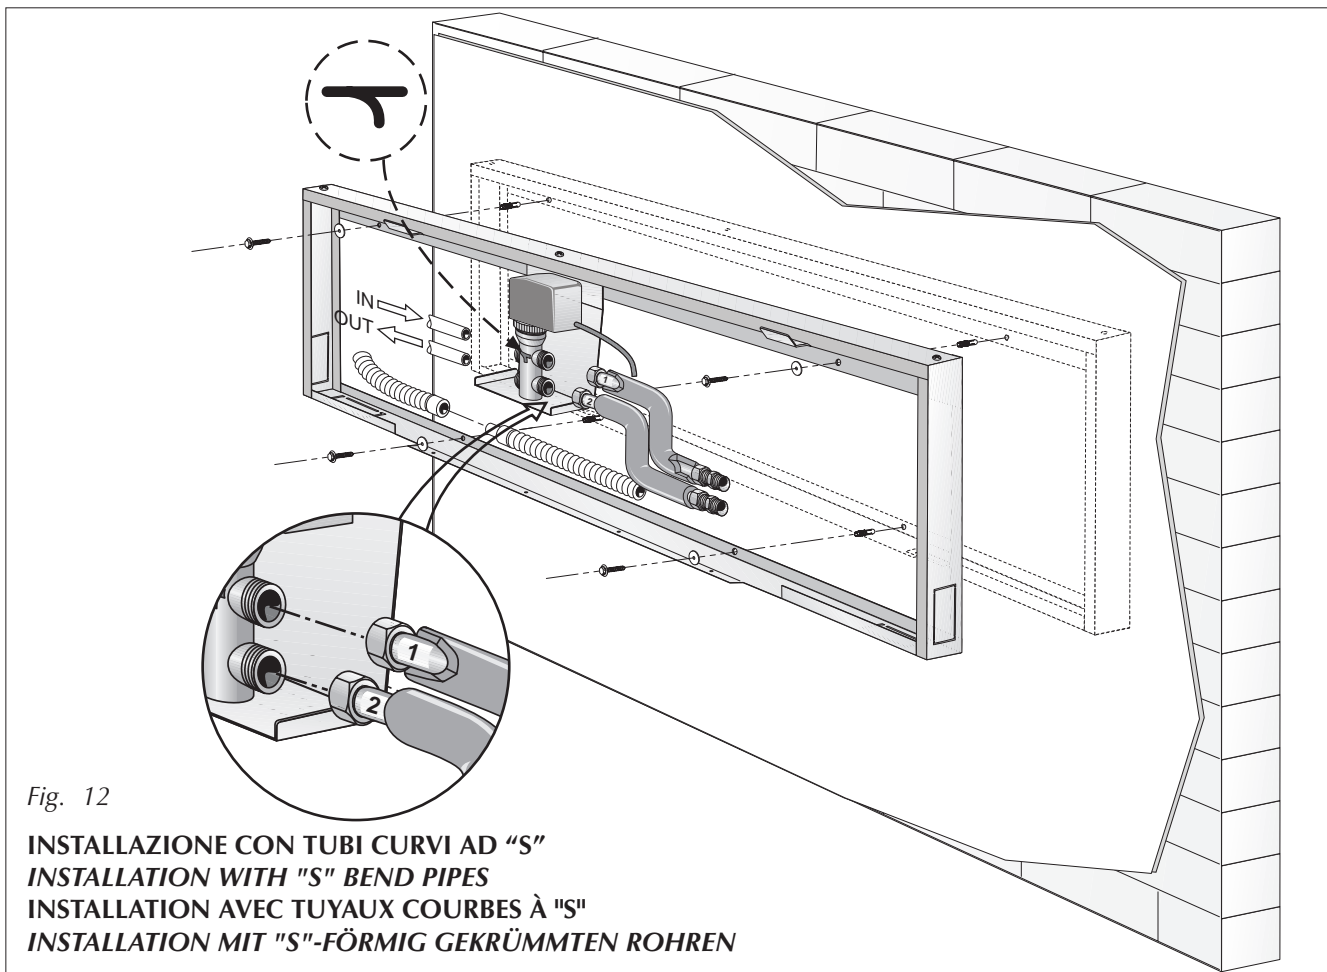
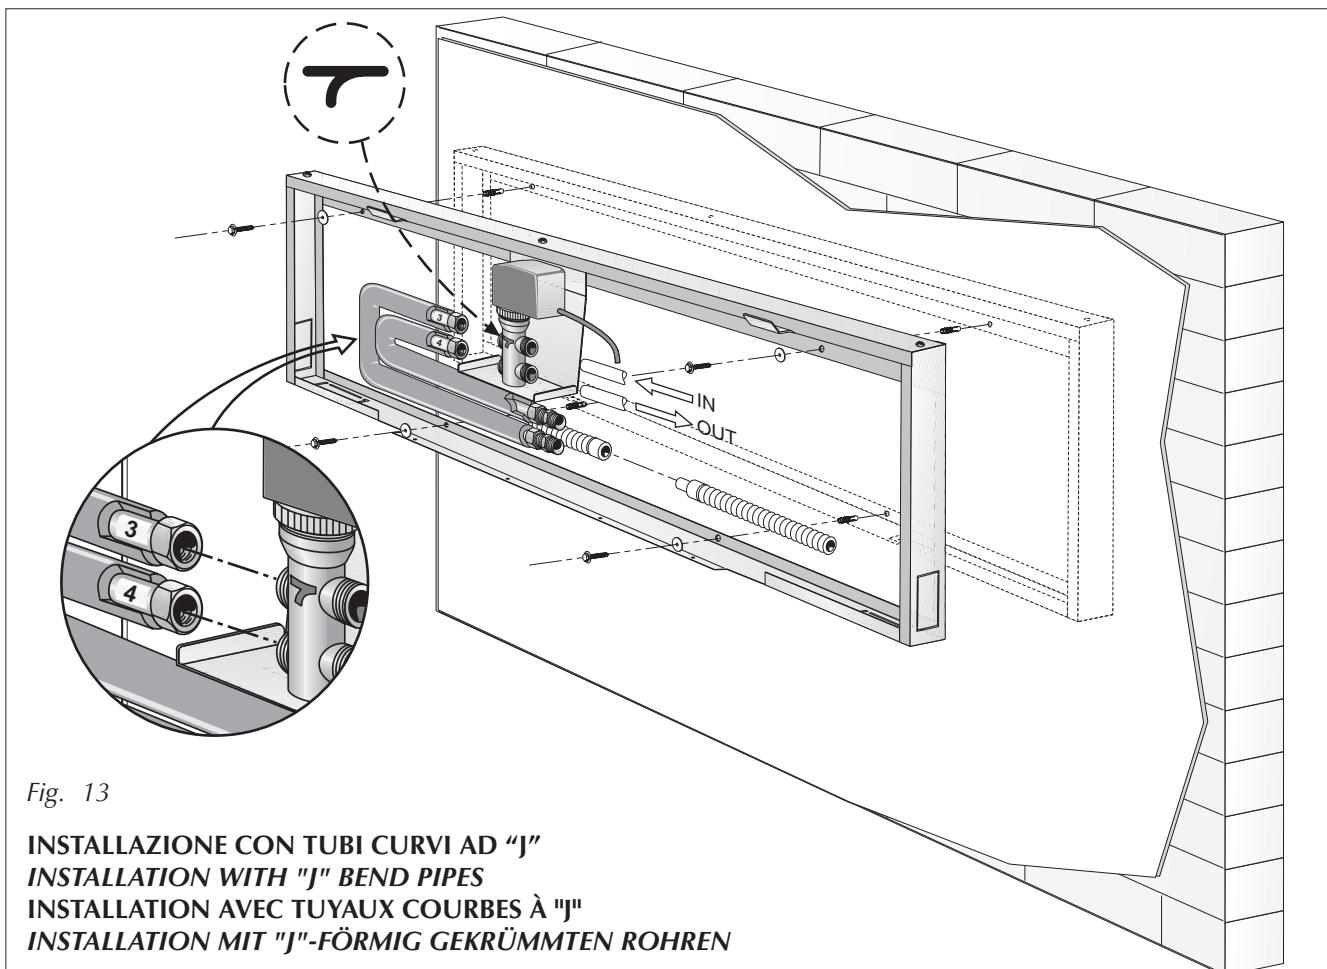

Fig. 12
Fig. 13
- Collegare la valvola ai tubi in dotazione. Usare i tubi a forma di "S" nel caso i tubi dell'impianto provengano da sinistra (fig.12) oppure quelli a forma di "J" per i tubi dell'impianto provenienti da destra (fig.13).
- Connect the valve to the supplied pipes. Use the "S" shaped pipes if the pipes of the plant come from the left (fig.12) or the "J" shaped pipes in the case of plant pipes coming from the right (fig.13).
- Connectez la vanne aux tuyaux fournis en complément . Utilisez les tuyaux à "S" si les tuyaux de l'installation arrivent de la gauche (fig. 12) ou les tuyaux à "J" si les tuyaux de l'installation viennent de la droite (fig. 13).
- Das Ventil an die mitgelieferten Rohre anschließen. Die Rohre in "S"-Form verwenden, wenn die Rohre der Anlage von links kommen (Abb. 12) oder die in "J"-Form für die Rohre der Anlage, die von rechts (Abb. 13) kommen.